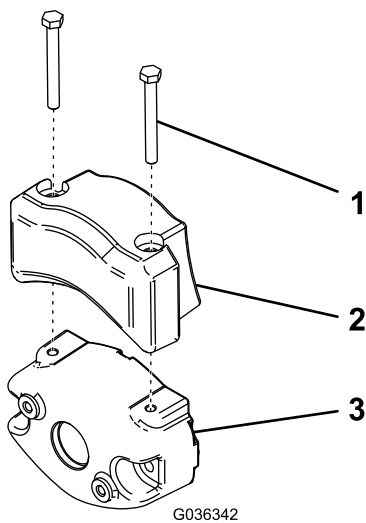

図 10
4. **図 10**のように、キャップスクリュー2本を使用して既存のカウンタウエイトに電動用ウエイトを取り付ける。